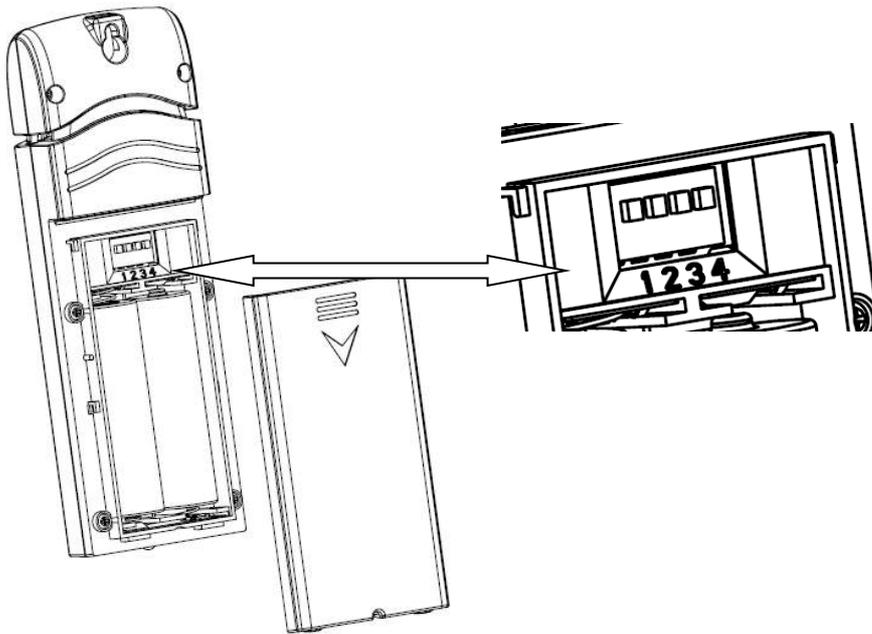

Abbildung 4
2. Öffnen Sie das Batteriefach des Funksensors durch Herunterschieben (siehe Abbildung 4)